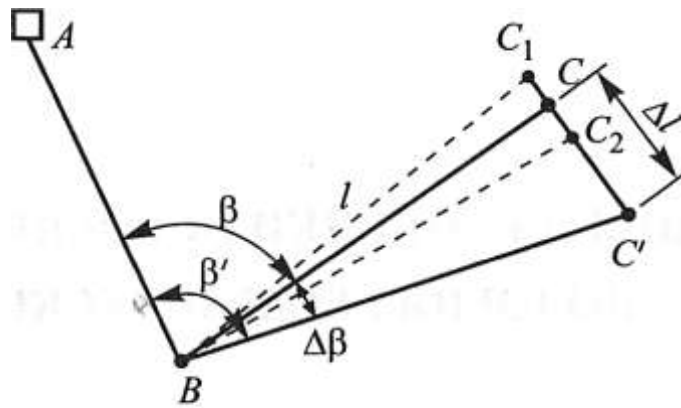

Рис. 1
4. Какая схема выноса в натуру показана на рис.1 ?